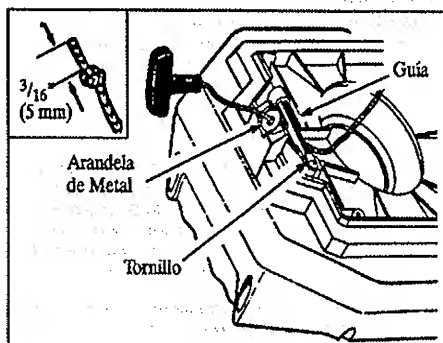

Figura 17
- Introduzca una punta de la soga por la manija y fíjela con un nudo. Deje un rabo de 5 mm ( $3/16$ " ) detrás del nudo. Figura 17 (inserción)